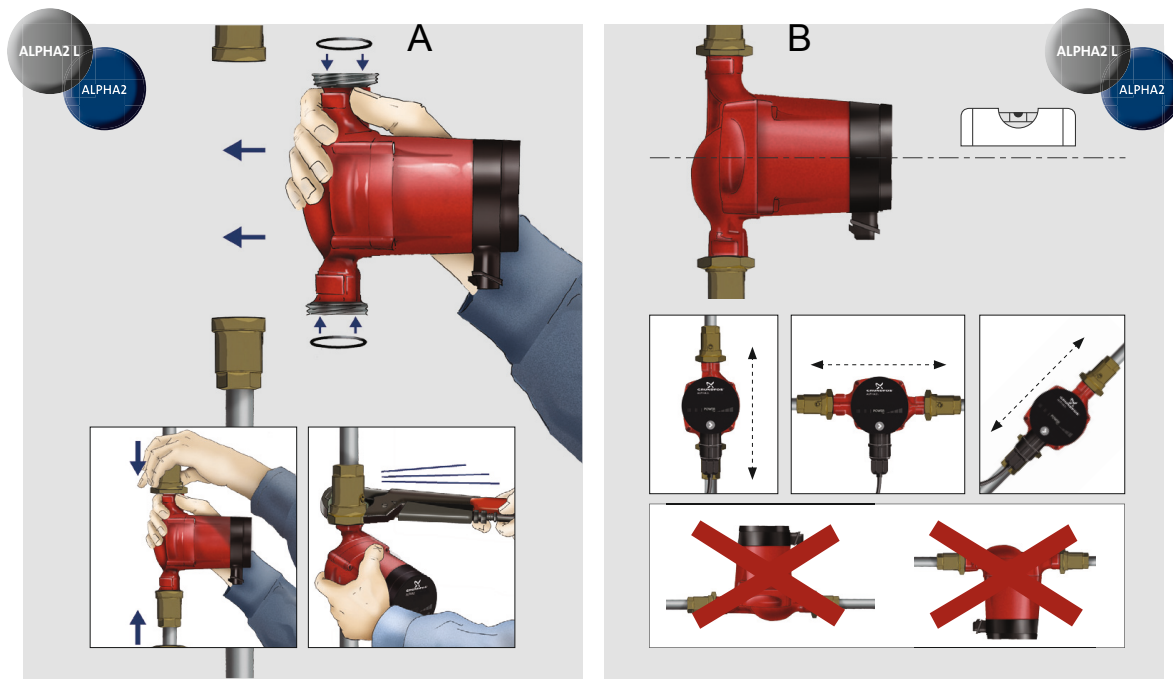

Fig. 3 Installation du GRUNDFOS ALPHA2 L
1. Mettre en place les deux joints fournis lorsque le circulateur est monté sur la tuyauterie. Voir fig. 3, pos. A.
2. Installer le circulateur avec l'arbre moteur horizontal. Voir fig. 3, pos. B.